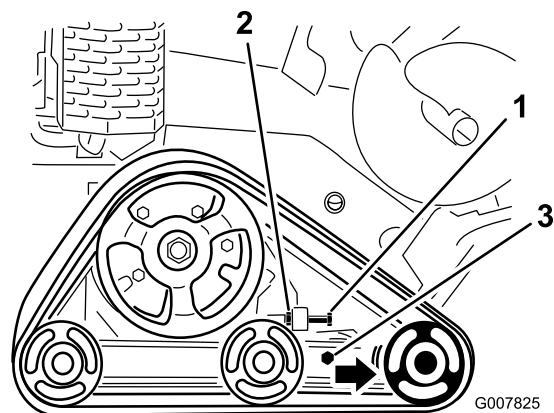

Figure 46
4. Serrez le boulon de réglage de tension à un couple de 32,5 à 40 N·m (24 à 30 pi-lb) pour tendre la chenille (Figure 46).
3. Desserrez l'écrou de blocage sur le boulon de réglage de tension de la chenille et les boulons de serrage du bras de tension (Figure 46).
4. Desserrez le boulon de réglage de tension et l'écrou de blocage (Figure 46).
5. Desserrez les boulons de serrage (Figure 46).